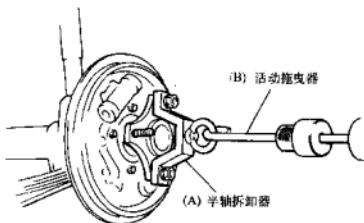

图 13-9
(12)利用半轴螺栓，装上专用工具 A (半轴拆卸器)，使用 B (活动拖曳器) 拉出半轴组件（图 13-9）。